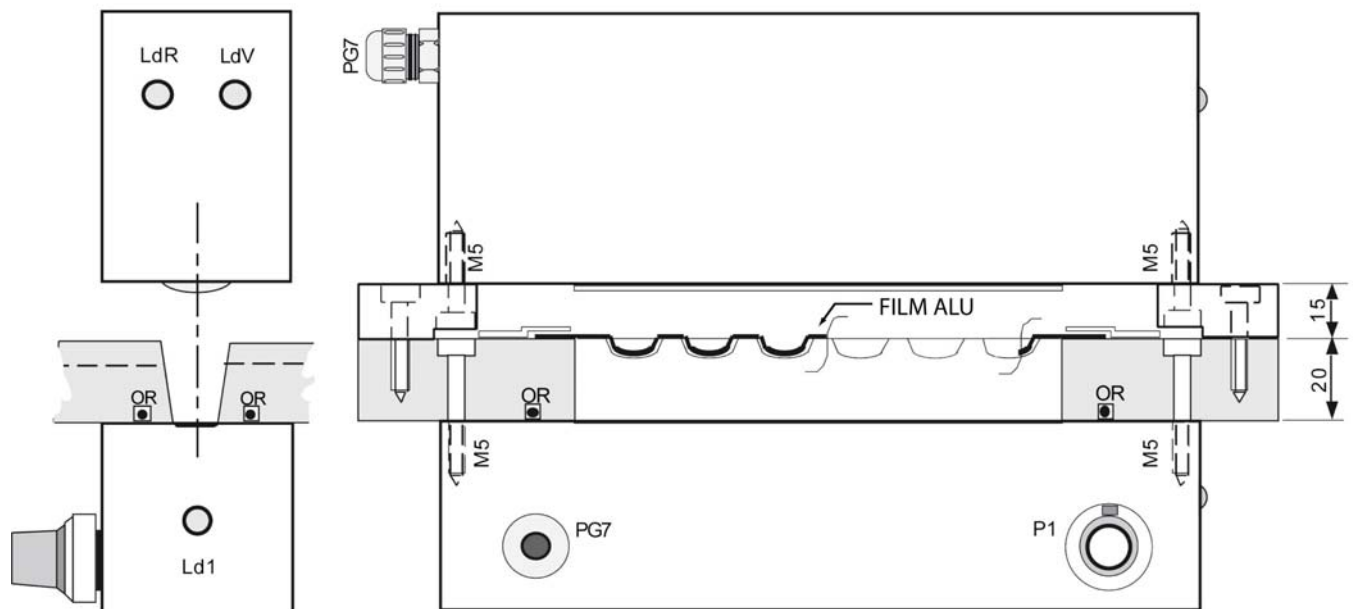

Fig. 7
La instalación típica del aparato se muestra en (Fig. 7):
- el iluminador está montado sobre el lado superior del film a una distancia de 15 mm (Fig. 7 – Ref. 1) por medio de unos soportes laterales que se entregan en dotación.
- El receptor debe mantenerse a una distancia de 20 mm (Fig. 7 – Ref. 2) respecto a la superficie inferior del film por medio de una placa (o directamente por la superficie de deslizamiento) con una ranura (hendidura) de la misma longitud que la anchura de la cinta que se ha de inspeccionar y de la misma anchura que la línea de fotosensores.